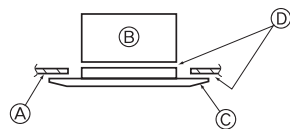

Fig. 5-7
5.3.3. Fixação da grelha (Fig. 5-7)